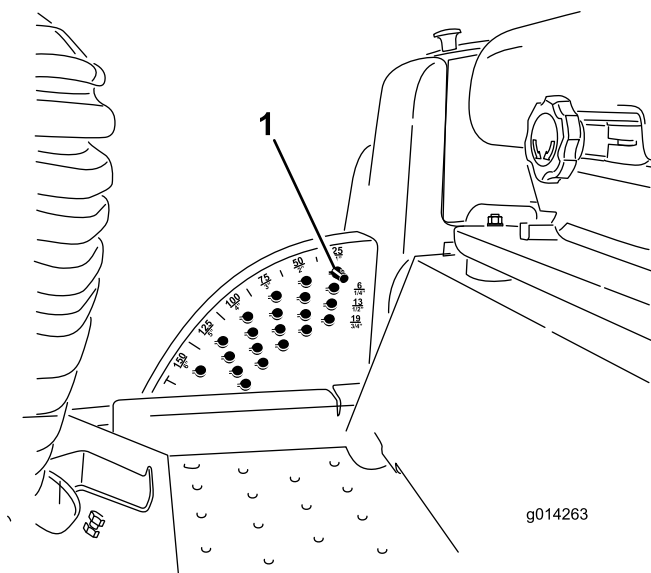

Figure 24
1. Lorsque le moteur tourne, repoussez la commande de levage plateau de coupe en arrière jusqu'à ce qu'il soit complètement levé puis **relâchez immédiatement la commande**, comme montré à la Figure 24
2. Tournez la goupille de hauteur de coupe jusqu'à ce que la saillie soit en face des fentes dans les trous du support de hauteur de coupe et déposez-la (Figure 24).
3. Placez la goupille dans le trou du support correspondant à la hauteur de coupe voulue et tournez-la pour la verrouiller en place (Figure 24).
Remarque: Il y a 4 rangées de trous (Figure 24). La première rangée donne la hauteur de coupe indiquée au-dessus de la goupille. La deuxième rangée donne la hauteur indiquée plus 6 mm. La troisième rangée donne la hauteur indiquée plus 12 mm. La dernière rangée donne la hauteur indiquée plus 18 mm. Un seul trou, situé dans la deuxième rangée, correspond à la hauteur 15,8 cm. Il n'ajoute pas 6 mm à la hauteur de 15,8 cm.